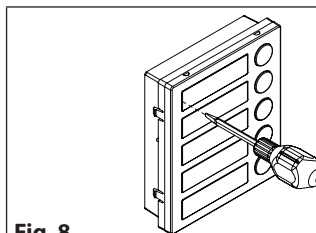

Fig. 8
- Insérer un tournevis (côté plat de la lame) dans la fente spécifique du porte-étiquette comme illustré sur **Fig. 8** ;